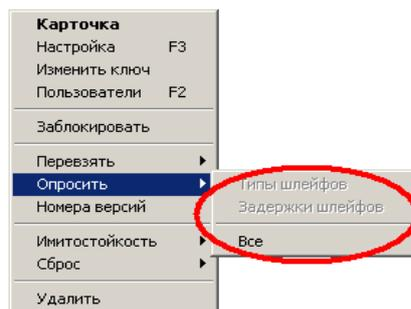

Рисунок 5.51. Опросить
- **Опросить** (рисунок 5.51) — дает доступ к пунктам меню, формирующим раздель-